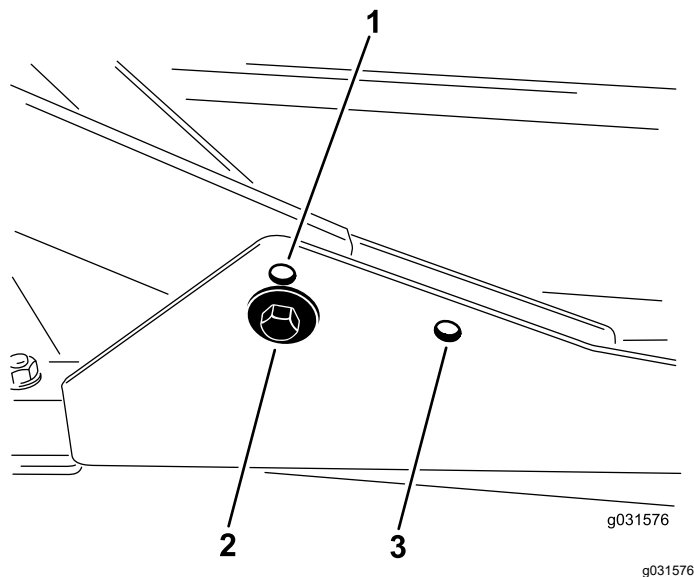

Figura 17
1. Pentru înălțimi de tăiere în intervalul de 2 până la 7,6 cm, montați cadrele de susinere frontale în orificiile de montare inferioare, frontale (Figura 17).
orificiile de montare superioare frontale (Figura 17).
Pentru toate înălțimile de tăiere, montați unitatea de tăiere din spate în orificiile de montare din spate (Figura 17).